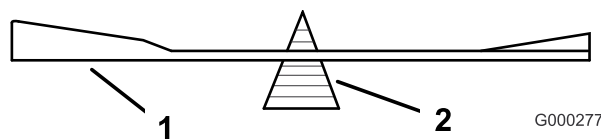
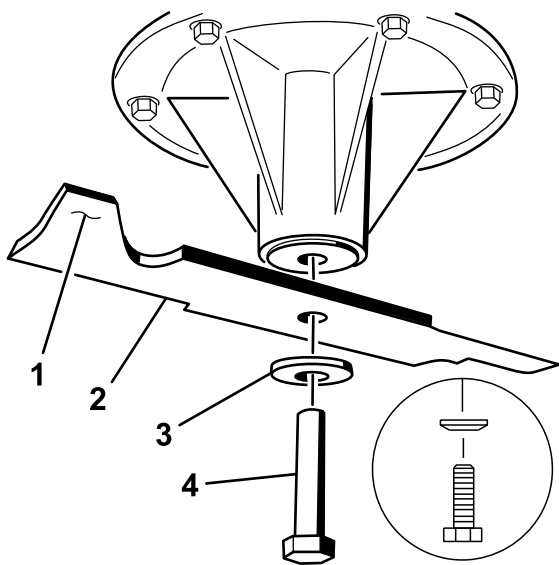

Figure 94
Figure 95
2. Vérifiez l'équilibre de la lame en la plaçant sur un équilibreur (Figure 94). Si la lame reste horizontale, elle est équilibrée et peut être utilisée. Si la lame est déséquilibrée, limez un peu l'extrémité de la partie relevée seulement (Figure 95). Répétez cette procédure jusqu'à ce que la lame soit équilibrée.
1. Placez la lame sur l'axe (Figure 95).
2. Installez la rondelle élastique et le boulon de la lame. Le côté bombé de la rondelle élastique doit être dirigé vers la tête du boulon (Figure 95). Serrez le boulon à un couple de 115 à 150 Nm (85 à 110 pi-lb).